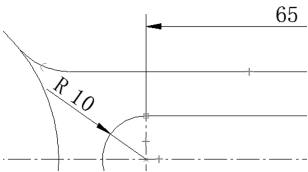

图 6-110 圆角
(6) 分别单击直线和左侧的圆生成圆角特征，如图 6-110 所示。